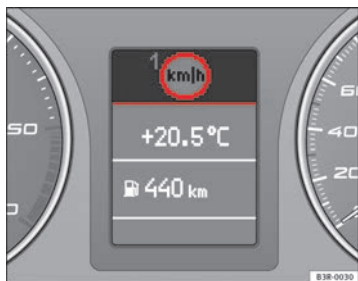

Abb. 56 Display:
Die Geschwindigkeitswarnanlage warnt den Fahrer, wenn er eine zuvor abgespeicherte Höchstgeschwindigkeit überschreitet. Sobald die Geschwindigkeit den abgespeicherten Wert um etwa 10 km/h überschreitet, ertönt ein Warnton. Gleichzeitig erscheint im Display ein Warnsymbol ⇒ Seite 85, Abb. 56.
Das Geschwindigkeitswarnsymbol im Display  der Warnschwelle 1 ⇒ Seite 85, Abb. 56 erscheint beim Überschreiten der gespeicherten Höchstgeschwindigkeit. Es erlischt wieder, wenn die Geschwindigkeit unter die gespeicherte Höchstgeschwindigkeit verringert wird.
- Die CHECK-Taste so lange drücken, bis das Symbol ⇒ Seite 85, Abb. 56 erscheint.